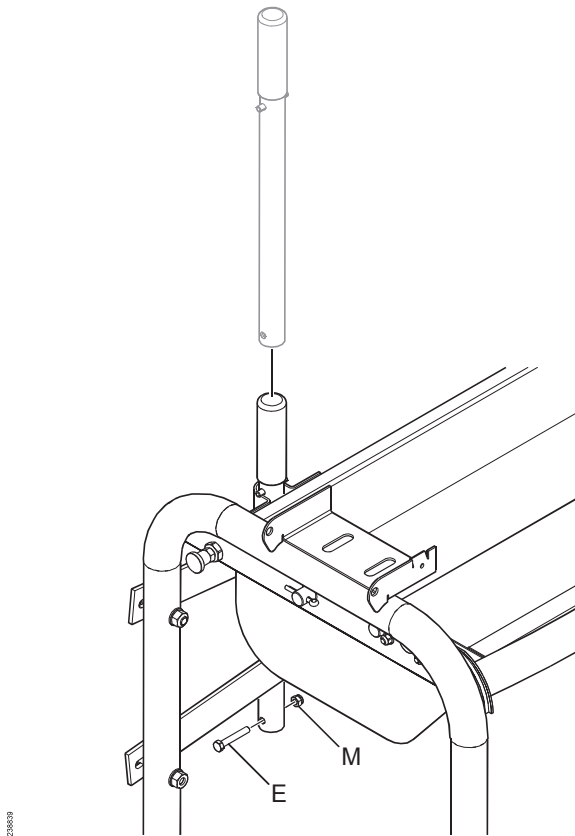

Fig. 9: Installering av spakarmen.
3. Sett nivåarmen i holderen slik Fig. 9 viser.
2. Sett nivåarmen i holderen (se Fig. 9).